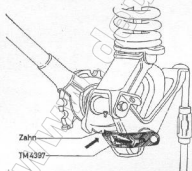
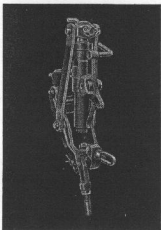

Abb. 20
Abb. 21
(Abb. 21). Da das Mähwerk in der Feder hängt, ist zwischen Rastklinke TM 4397 und Zahn ein Spiel festzustellen. Die Anschlagschraube an der vorderen Lagerplatte (Abb. 4) ist nun so weit herauszudrehen, bis das Spiel zwischen Rastklinke TM 4397 und Zahn nur noch 1–2 mm beträgt (Abb. 20). Dadurch wird ein ungewolltes Lösen der Rastklinke vermieden und gleichzeitig die richtige Einstellung der Anschlagschraube für die Schwadstellung erreicht.
1. Die Mähstellung (Abb. 21).